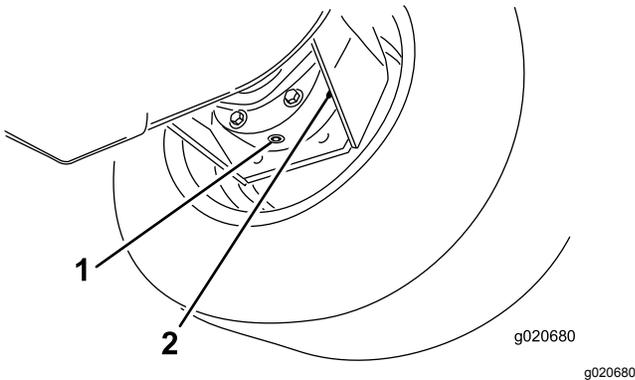

Bild 70
3. Stellen Sie eine Auffangwanne unter das Bremsgehäuse, entfernen Sie die Ablassschraube und lassen das Öl ablaufen (**Bild 70**).